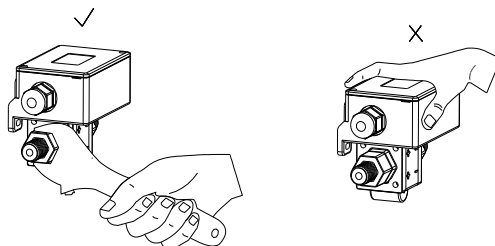

图 4
2. 做好正确的压力连接，要注意压差的“+”和“-”两端，不能错误连接。不能手握整个压差开关接线盒施加旋转扭力，应该使用扳手，按图 4 方式紧固压力连接。